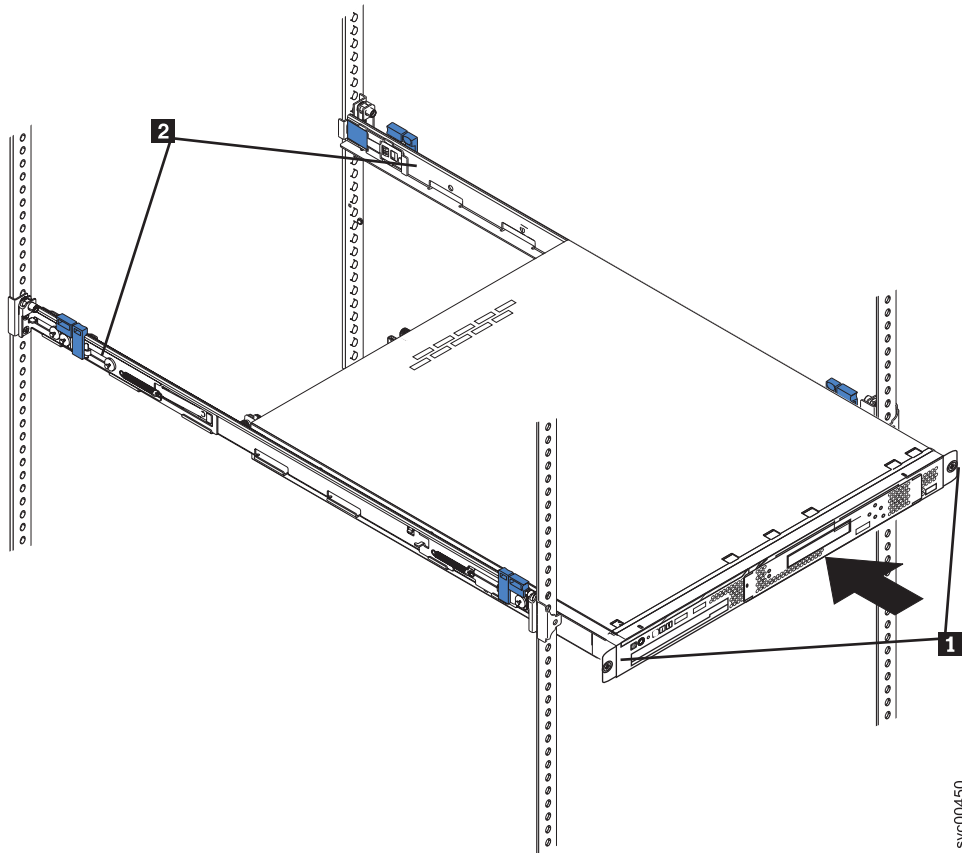

図 39. ノードと輸送用ブラケットを固定する拘束つまみねじ
2. スライド・レール上でノードの位置を合わせ、ノードをラックに完全に押し込みます。拘束つまみねじ (図 39 の **1**) を使用して、ノードを前面マウント・フランジに固定します。